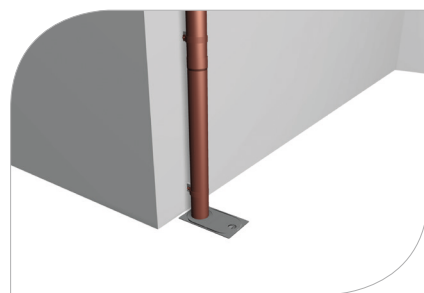

рис. 33
- 5.2 В хомутах разместите водосточные трубы, соединяя их при помощи муфты (**рис. 33**)